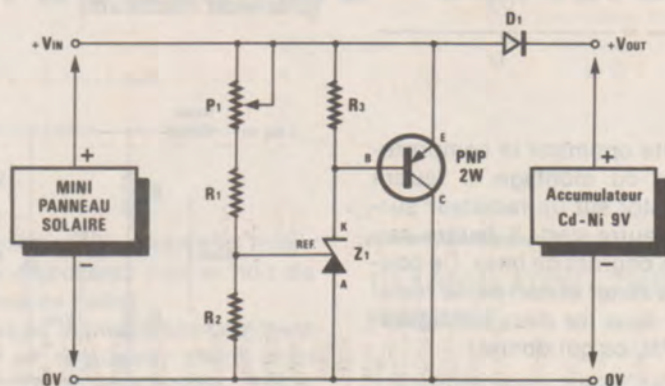

Figure 5 : Schéma du limiteur de tension solaire.
Il est formé de 7 composants, comme le montre la **figure 5**. La diode D_1 est destinée à éviter le retour du potentiel de l'accumu-
- Notre schéma de la **figure 5** est tiré de celui de la **figure 2**, mais le $\mu A 431$ permet par son pont de mesures de corriger les dérives thermiques du transistor de puissance, car il évalue la tension collecteur-émetteur, c'est-à-dire le tout, et il l'asservit à sa propre référence. Ceci est un avantage exclusif.